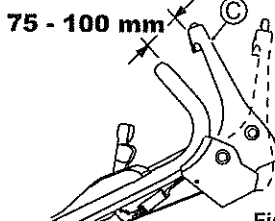

Fig. 24.
Réglez de telle façon que la lame commence à tourner lorsque la distance entre le Levier de la lame (C) et la poignée est de 75 - 100 mm, avec le bouton jaune enfoncé ainsi qu'illustré dans la Fig. 24.